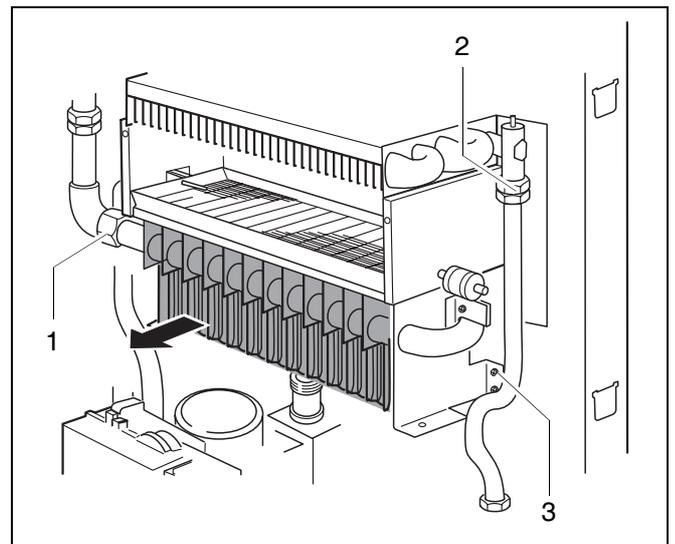

Fig. 41 Estrarre il bruciatore
- Staccare gli avvitamenti idraulici del bruciatore (fig. 41, pos. 1).
- Svitare le viti di tenuta del bruciatore alla parete posteriore (fig. 41, pos. 3).
- Estrarre il bruciatore (fig. 41).
- Staccare l'avvitamento del ritorno dello scambiatore di calore (fig. 41, pos. 2).